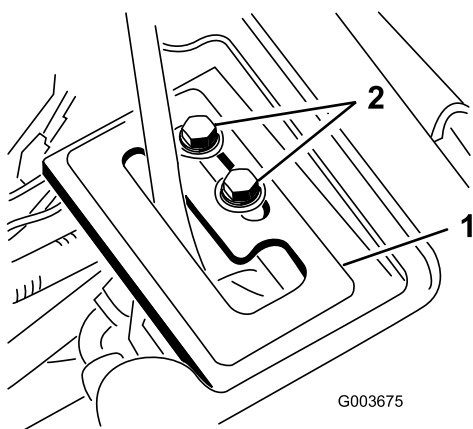

図 25
1. レバーガイドプレートをリフトレバーに挿入し、フランジヘッドネジ2本とワッシャーでフレームに仮止めする(図 25)。
7. エンジンが作動し、リフトレバーがフロート位置にある状態で、リフトシリンダーが手で伸縮できるまでレバーガイドプレートをスライドさせる(図 25)。
8. 両方のリフトレバーガイドプレート取り付けネジを締め付けて調整結果を固定する(図 25)。